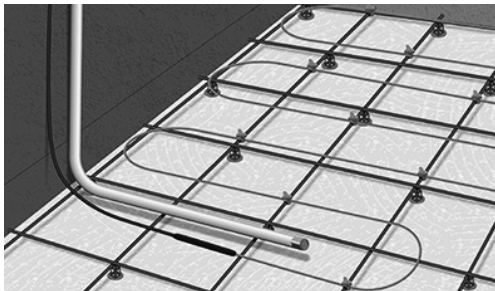

Fig. 6. Plasser røret/sensoren mellom to kabler
7. Installer et tomt rør til gulvsensoren. Sørg for å plassere enden av det tomme røret på samme nivå som varmekabelen og mellom to kabelsløyfer, ca. 50 cm fra veggen. Så forsegler du enden av det tomme røret (fig. 6).